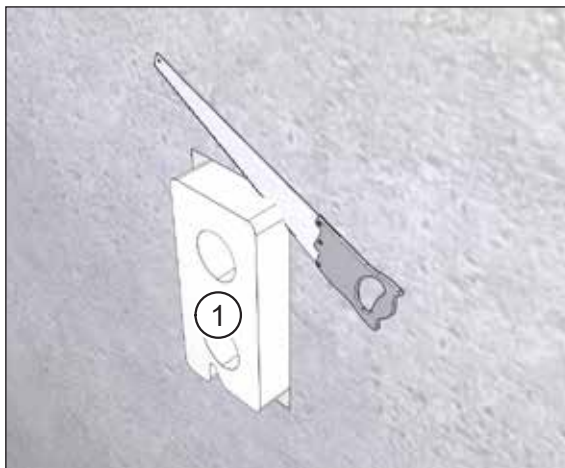
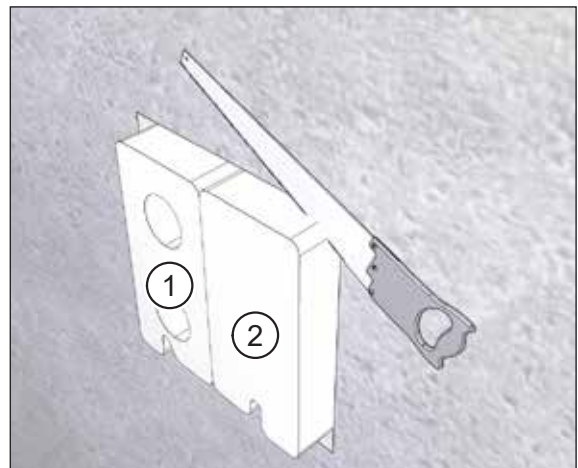

Abb. 22: Mauerkasten **ohne** Füllstück anpassen
Abb. 23: Mauerkasten **mit** Füllstück anpassen
- ▶ Kürzen Sie mit einer Styroporsäge den überstehenden Mauerkasten (Pos. 1 in Abb. 22 und Abb. 23) und ggf. das Füllstück (Pos. 2 in Abb. 23), so dass diese bündig mit der Massivwand oder der angebrachten Dämmung sind.